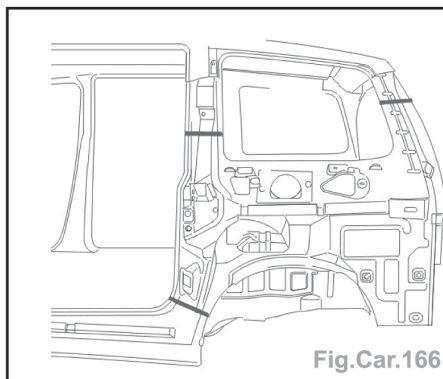

Fig.Car.166
- Tracer les coupes définitives (Fig.Car.166).